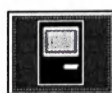

Рисунок 58
8.2.2 При помощи команды «Study List» в окне со снимками закройте текущее исследование и вернитесь в список исследований (см. рисунок 58).